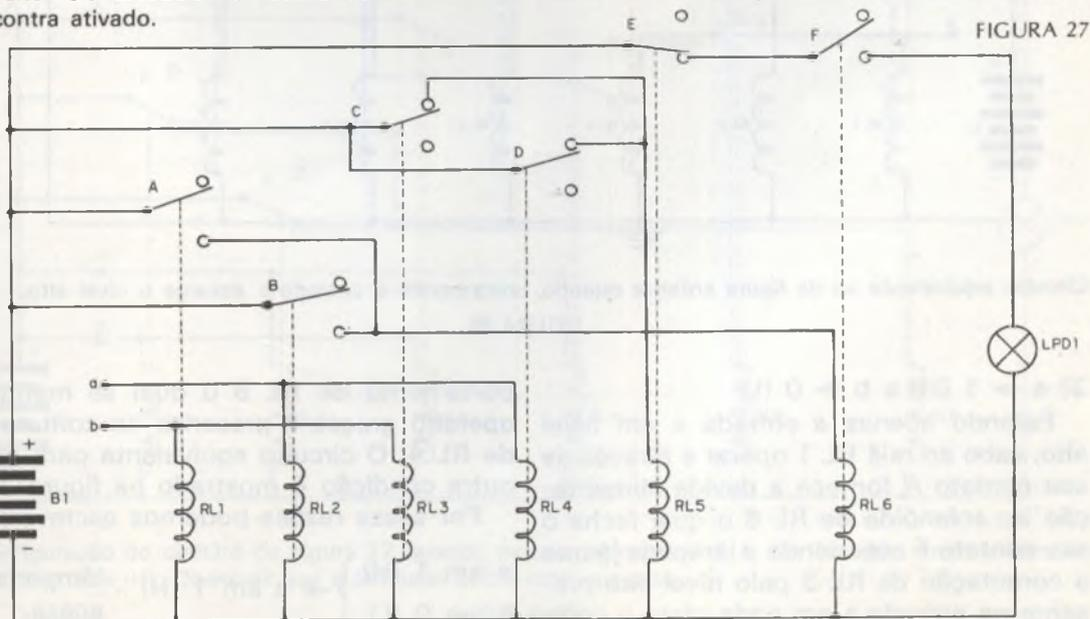

FIGURA 27
Pois bem, consideremos o circuito da figura 27, aparentemente um pouco complexo, mas se o observarmos com atenção veremos que ele é constituído por três circuitos lógicos já estudados, senão vejamos:
Para facilitar a análise do circuito consideraremos cada uma das quatro combinações possíveis com as suas duas entradas *a* e *b* (figura 27).
Como as entradas *a* e *b* estão em nível baixo (0 volts ou terra) os relês RL 1 a RL 4 mantêm seus respectivos contatos A, B, C e D na posição indicada na figura 27. Como consequência, RL 5 opera graças à presença do nível alto *a* ele aplicado via contatos C e D; a operação de RL 5 fecha o contato E, mas a tensão da bateria é
Disposição dos contatos internos do circuito "OU EXCLUSIVO" da figura 27 ao aplicar-se o nível alto à entrada a.
Configuração do circuito da figura 27 quando ambas entradas a e b são levadas simultaneamente ao nível alto (H). Observar que a lâmpada LPD1 está apagada.
Englobando em um único quadro todas as conclusões obtidas com o circuito da figura 27 chegamos à tabela verdade do circuito lógico "OU EXCLUSIVO" mostrada abaixo:
Como vimos, o circuito "OU EXCLUSIVO" é formado por um E, um OU e um NE convenientemente interligados entre si tal qual o apresentado pelo circuito da figura 27; desse circuito foi extraído o circuito lógico apresentado pela figura 31 que mostra a devida inteligência desses três operadores básicos para formar um outro operador lógico mais complexo.